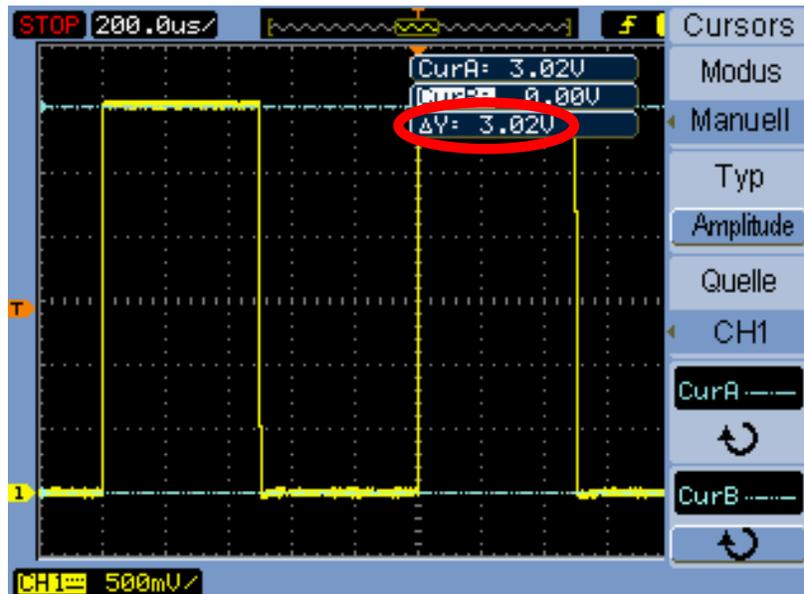

Abbildung 11 Messung der Spitze-Spitze-Spannung der Rechteckwelle mit Amplituden-Cursor
- 24 Drehen Sie den Knopf **Eingabe**, um den B-Amplituden-Cursor auf die Spitze der Wellenform zu setzen. Das Oszilloskop-Display wird jetzt wie in **Abbildung 11** angezeigt.